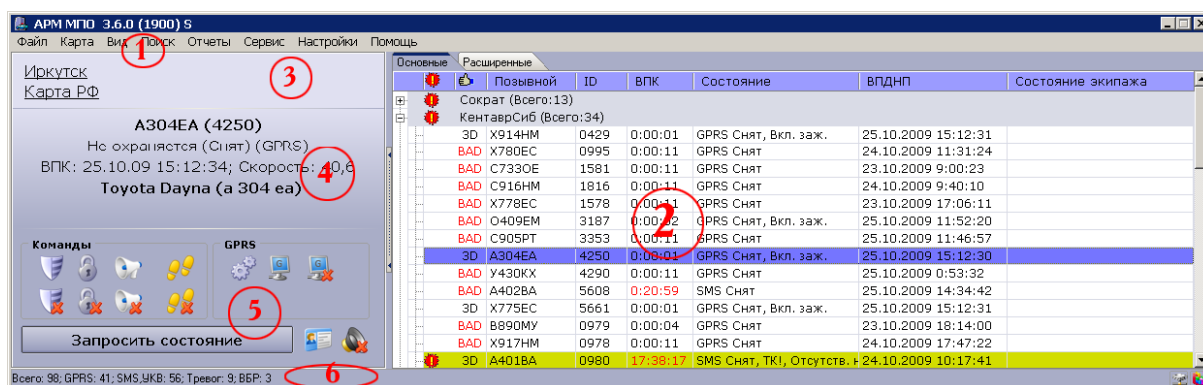

Рис. 2.8. Главное окно программы
- *Главное меню программы* (п. 1 на рис. 2.8). Главное меню программы обеспечивает доступ к основным функциям программы.
- *Список автомобилей/объектов* (п. 2 на рис. 2.8). Список всех автомобилей и объектов, доступных для работы оператору программы.
- *Панель быстрого доступа к картам* (п. 3 на рис. 2.8). Панель обеспечивает доступ к файлам карт для их быстрого открытия в программе.
- *Панель информации по активному объекту* (п. 4 на рис. 2.8). Панель предназначена для отображения основных данных по активному объекту программы.
- *Командная панель* (п. 5 на рис. 2.8). На командной панели расположены кнопки, предоставляющие доступ к функциям по работе с активным объектом программы. Набор кнопок и способ их отображения может изменяться в зависимости от типа активного объекта программы.
– *Строка статуса программы* (п. 6 на рис. 2.8). В строке статуса программы отображается информация, помогающая при работе оператора.